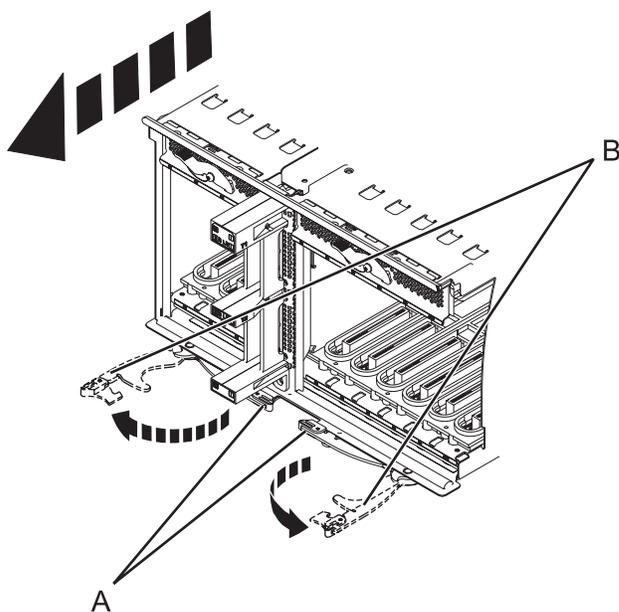

Figure 82. Retrait de la carte mère d'entrée-sortie
12. Appuyez sur les loquets de déverrouillage (**A**) et tirez sur les leviers (**B**) pour dégager la carte du système, comme illustré dans la figure 82.